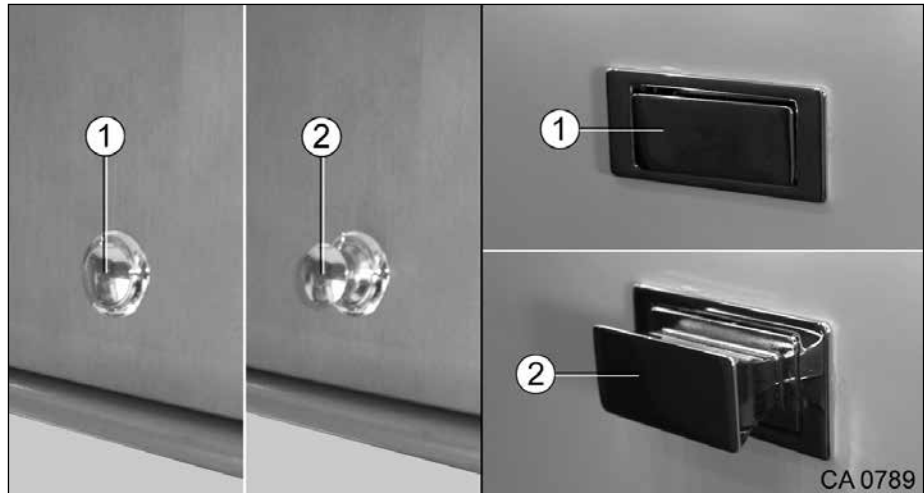

Fig. 77 Fermeture push-lock fermée/ouverte
1. Appuyer sur la fermeture push-lock pour l'ouvrir (Fig. 77, pos. 2) ou la fermer (Fig. 77, pos. 1).